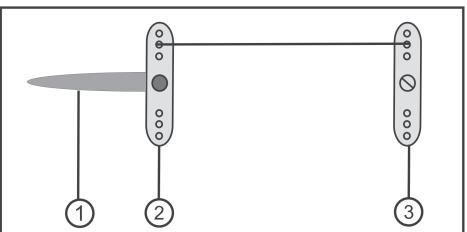
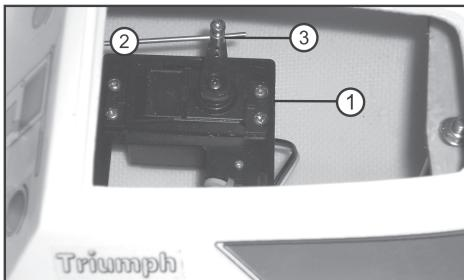

Figure 3a
Figure 3d
La figure 3a illustre le symbole d'un gouvernail (1) et des leviers de direction du gouvernail (2) ainsi que le levier de direction du servo (3).
La figure 3d montre le servo de direction (1), la tringlerie de direction (2) et le raccord de tringlerie (3).
Réglez le gouvernail, le levier de direction du gouvernail et le levier de direction du servo (voir figure 3d) comme illustré sur la figure 3a.
Raccourcissez la tringlerie de direction au niveau du raccord de tringlerie (figure 3d, pos. 3) de manière à obtenir une manœuvrabilité telle illustrée sur la figure 3a.
Vous devez sinon, ou lorsque la course de compensation de l'émetteur n'est plus suffisante, réajuster la direction en veillant à ce que la roue du gouvernail et le compensateur se trouvent en position neutre en desserrant la vis du raccord de tringlerie (figure 3d, pos. 3).